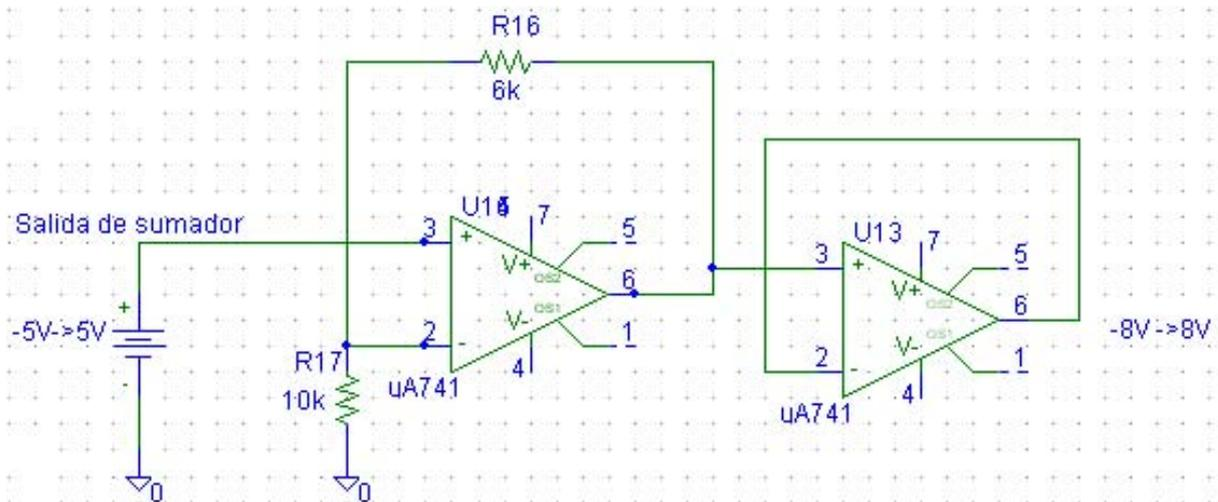

Figura 94: Amplificador no inversor con seguidor de voltaje a la salida.
4. Multiplicar el rango de  $[-5V, 5V]$  por una ganancia de 1,6 para obtener el rango de  $[-8V, 8V]$ . Esto se logra usando un amplificador operacional configurado como amplificador de voltaje no inversor con una ganancia de 1,6. El diagrama se muestra en la figura 94.